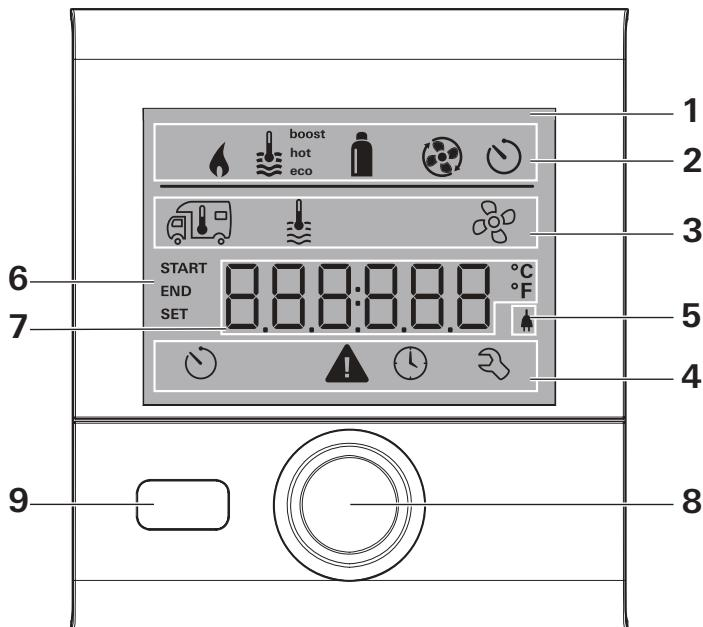
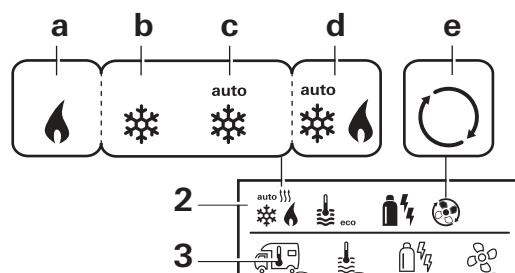

Fig. 1
Fig. 4
Il est possible de sélectionner dans n'importe quel ordre les fonctions des lignes de menu (Fig. 1 – 3, 4) du CP plus VarioHeat. Les paramètres de fonctionnement apparaissent sur la ligne d'état (Fig. 1 – 2) ou sur l'afficheur (Fig. 1 – 6).
- À l'aide du bouton rotatif / poussoir (Fig. 1 – 8), sélectionnez l'icône dans la ligne de menu (Fig. 4 – 3).